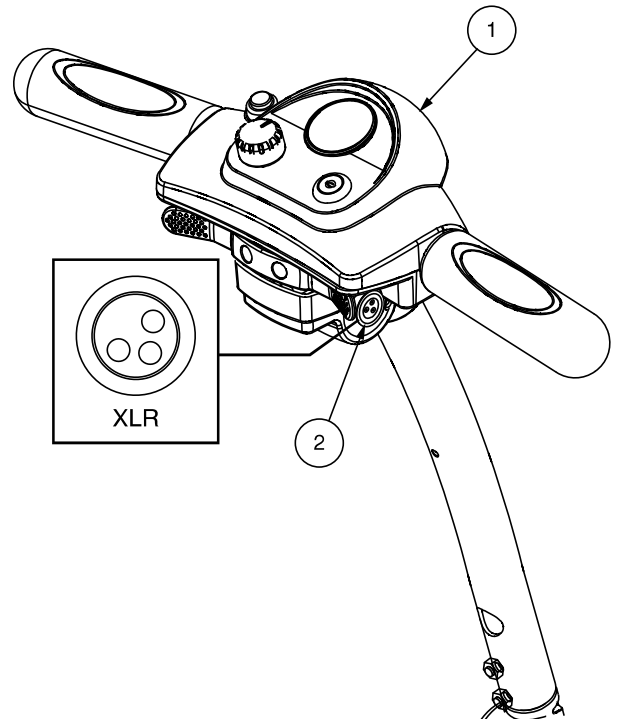

Figure 12. Réceptacle du cordon du chargeur (Branchement du console)
L'extrémité du cordon d'alimentation du chargeur à 3 broches se branche dans cette prise. **Voir les figures 12 et 13.**
**NOTE:** Voir les figures 12 et 13 pour déterminer le port de charge XLR approprié en fonction de la configuration de votre scooter.